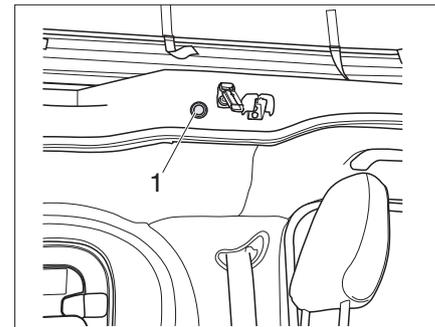

Bild 17 Taster über dem Küchenblock
- über dem Küchenblock (Bild 17,1)